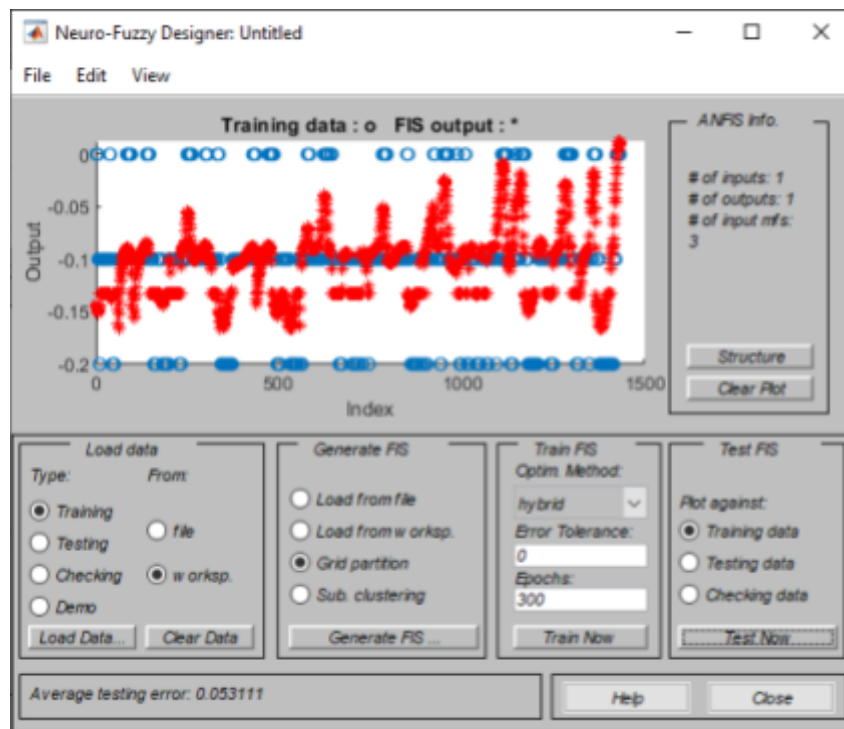

Figura 32. Comprobación terminada.
- Comprobar el controlador generado. En el apartado *Test FIS* se comprueba que *Plot against* tiene la opción *Training data* seleccionada y se pulsa el botón *Test Now*. A continuación se cambia la interfaz a la de la Figura 32 lo que significa que ha terminado su comprobación.